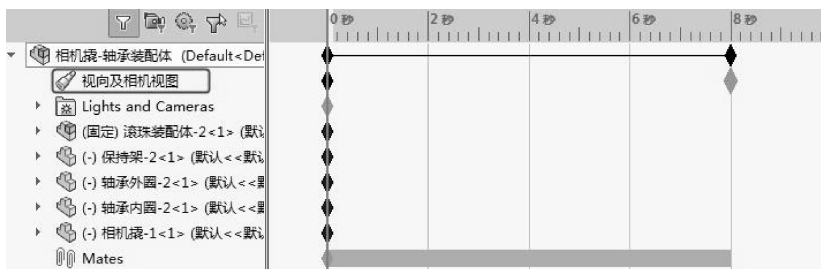

图 8-29 放置键码
- 16 在时间线区域中，在  视图及相机视图 的 8 秒位置放置键码，如图 8-29 所示。